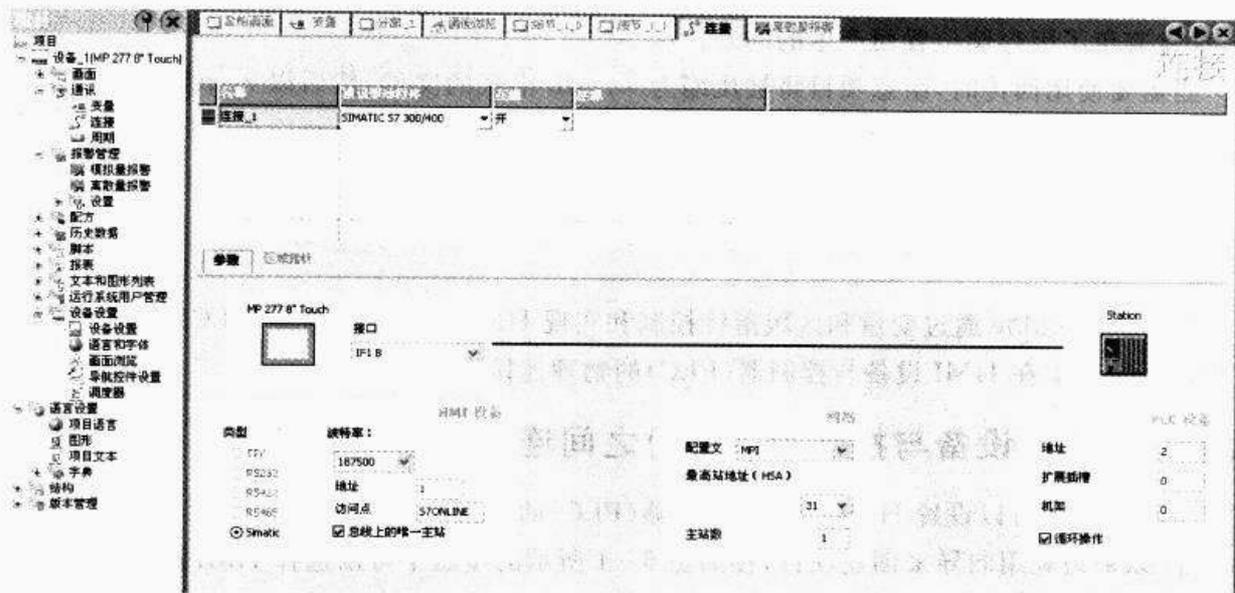
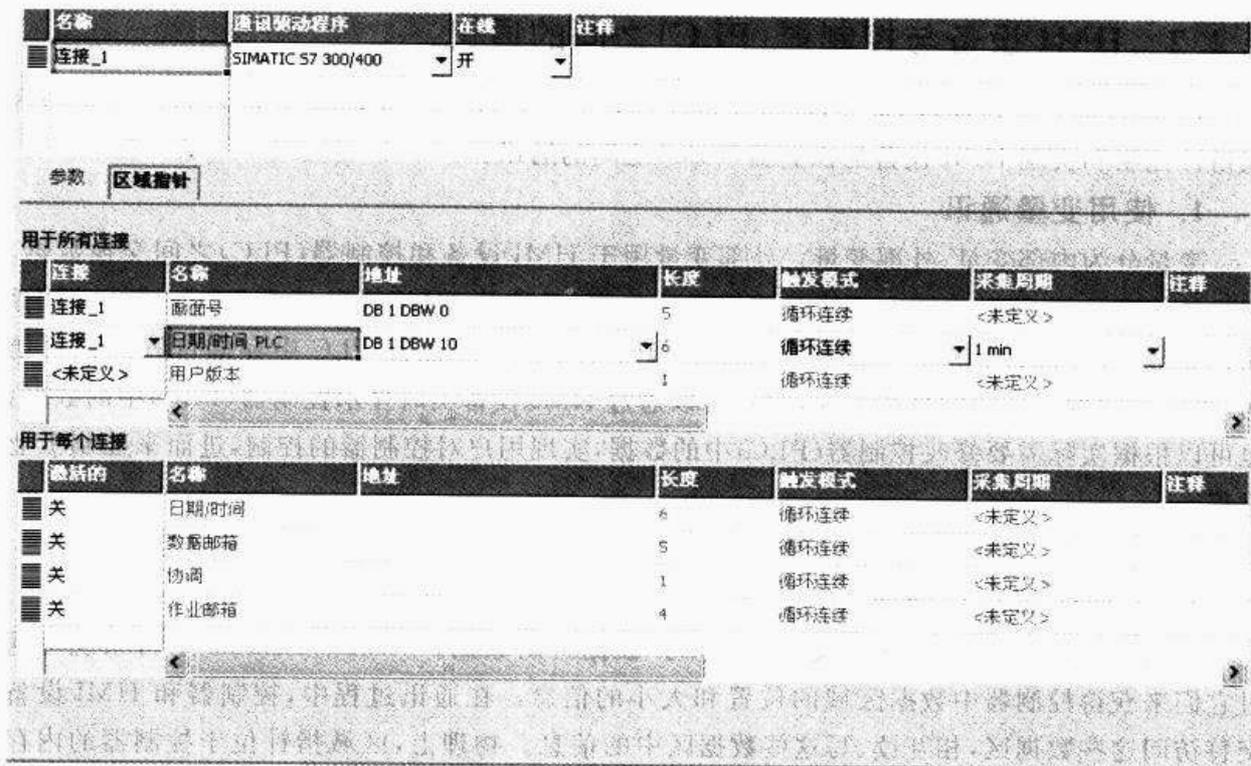

图 6-3 HMI 设备与 PLC 之间连接设置
图 6-4 区域指针编辑器
② 在项目窗口中, 双击左侧项目视图中的“通讯”组中的“连接”图标, 在中间的工作区域将打开如图 6-3 所示的连接设置窗口。在此可以详细设置 HMI 设备与控制器的连接参数。可以在“接口”下拉列表框中选择可用的连接方式, 在“HMI 设备”选项区域设置 HMI 设备的连接参数, 在“网络”选项区域设置连接的连线类型等参数, 在“PLC 设备”选项区域设置 PLC 设备的设备地址或 IP 地址等参数。
在项目窗口中,双击左侧项目视图“通讯”组中的“连接”选项,在中间的工作区域将打开如图 6-3 所示的连接设置窗口。选择中间的“区域指针”选项卡,将打开区域指针编辑器。如图 6-4 所示。